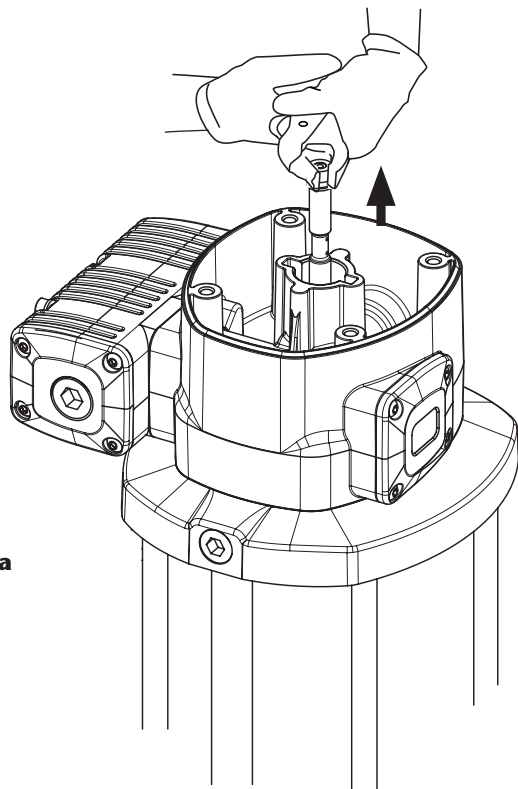
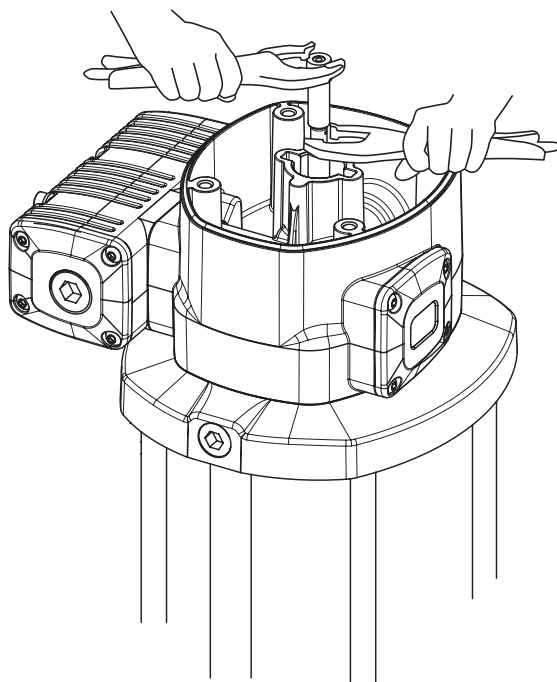

Fig. 4a
Fig. 4b
1. Desenrosque los cuatro tornillos (2) y quite la tapa (3).
2. Desenrosque el tapón inversor (31).
3. Con ayuda de una mordaza manual sobre el casquillo (4), tire hacia fuera del vástago (47) hasta que aparezca su rebaje central (fig. 4a). Después, con otra mordaza manual agarre el vástago (47) en dicha zona rebajada central para no dañar la superficie destinada al sellado y desenrosque el casquillo (4) (fig. 4b).
4. Deseche la tórica (32) y el aro (5), y use otros nuevos posteriormente al volver a montar.
5. Desenrosque los cuatro tornillos (67). Tire hacia arriba del cabezal motor (34) hasta liberarlo junto con la brida (44).
6. Quite el casquillo inversor (6). Sustituya las juntas (7) y (33) de este casquillo.
7. Desenrosque los cinco tornillos (45) y separe el cuerpo motor (34) de la brida (44). Extraiga la arandela (42) y sustituya la junta (7).
8. Retire el cilindro (52) sujetando con cuidado el émbolo (49). Sustituya la junta (50) de dicho émbolo.
9. Vuelva a montar el conjunto en sentido inverso, aplicando fijador de rosca en los tornillos (45), casquillo (4) y tapón inversor (31).